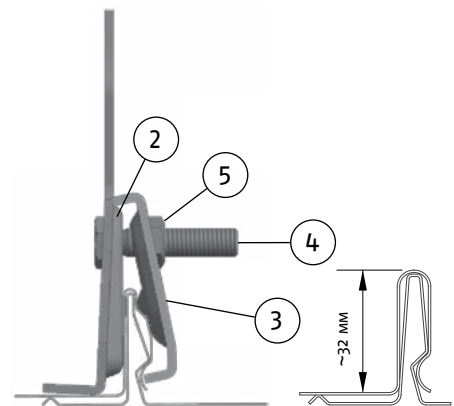

Рисунок 2
- кронштейни встановити безпосередньо на стоячий фальц шляхом затискання їх елементів на фальці; для цього притискний елемент фіксатора розміщується таким чином, щоб його нижній згин опинився в місці звуження фальця (рис. 2); потім обидва елементи кронштейна скрутити між собою, використовуючи 4 гвинти з шестигранною головкою М8х30 і 4 гайки з шестигранною головкою М8 (рис. 2),